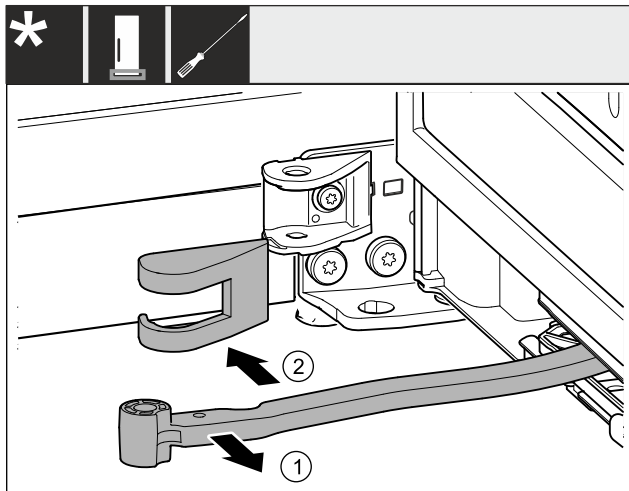

Fig. 6
- ▶ Forgassa az ajtó irányába a csuklót. *Fig. 6 (1)*
- ▶ Vegye le a csapágybak fedelét. *Fig. 6 (2)*